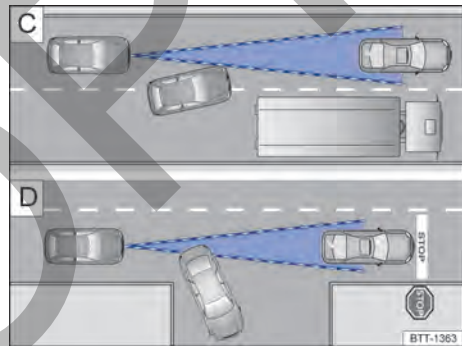

Fig. 118 C) Cambio de carril. D) Vehículo girando y otro detenido.
Si, p. ej., un vehículo detectado por el ACC gira o se aparta y delante del mismo se encuentra un vehículo detenido, el ACC no reaccionará ante este último → **fig. 118 [D]**.
- En caso de vehículos que cambien al carril por donde usted circula a muy poca distancia del vehículo → **fig. 118 [C]**.